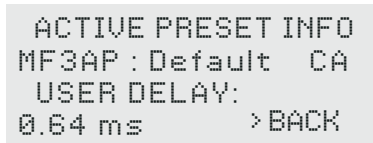

Abbildung 22. Ansicht für das aktive Preset.
3. **Drücken Sie ihn (ohne ihn zu drehen)**, um den Screen „Active Preset Info“ mit Informationen zum aktiven Preset und dem aktuellen Delay-Wert einzublenden (siehe Abbildung 22). Klicken Sie auf „**Back**“, um zum Overview-Screen zurückzukehren.